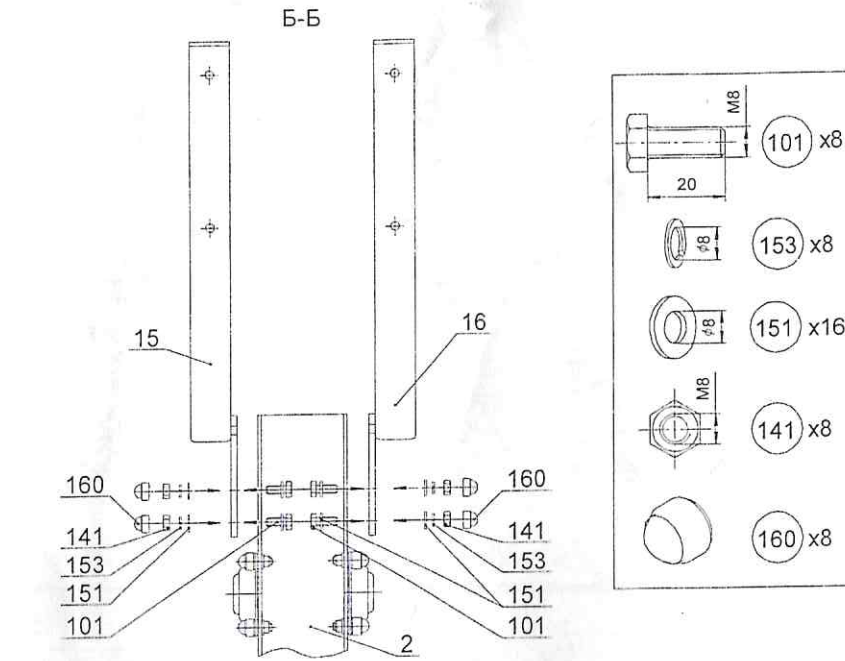

Рис.8
9.3.3.2 Установить сиденье (рис.8; 9)